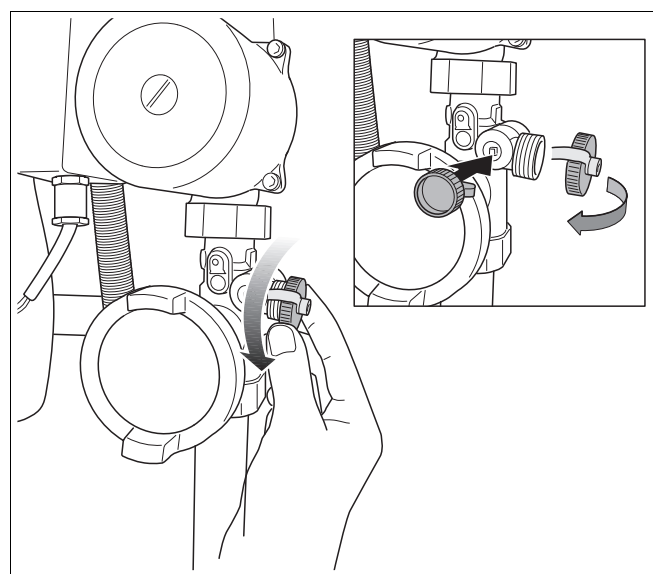

Fig. 63 Scoateți capacul Robinet de umplere și de golire
- Deșurubați clapeta de închidere (fig. 63).